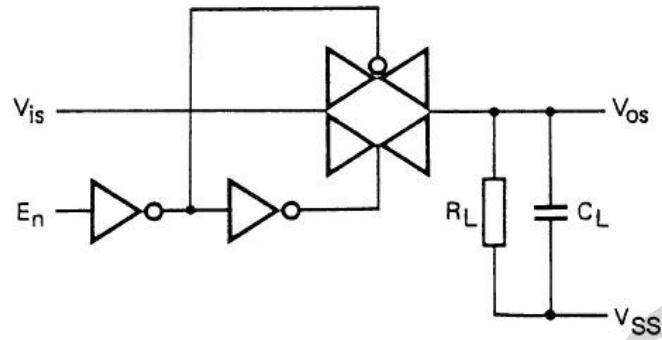
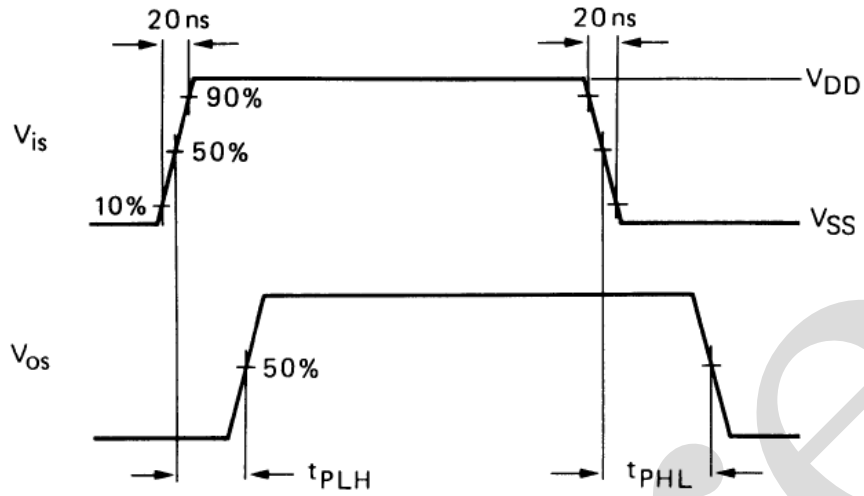

图 6
图10 传输延时
3. $R_L = 10 k$ (对地); $C_L = 50 pF$ (对地); $E_n = V_{DD}$; $V_{is} = V_{DD}$ (方波); 见图6 和 图10。
测试 t_{PLZ} 和 t_{PZL} 时, $V_{is} = V_{SS}$ and R_L 接 V_{DD} ; 见图6 和图11。
- 7. $R_L = 10\text{ k}$ (对地); $C_L = 15\text{ pF}$ (对地); $E_n = V_{DD}$ (方波); 串扰为 V_{OS} (峰值); 见图6;